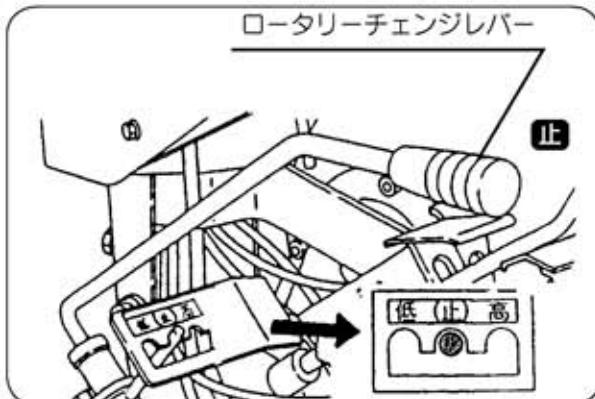

図16
③ロータリーチェンジレバーを【止】の位置にします。 (図16)